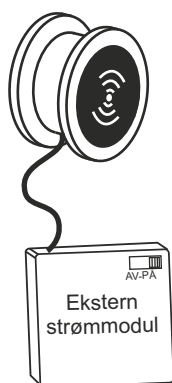

Fig.10
- a. Koble fra strømmen (ta ut ett batteri, eller bruk bryteren på den eksterne strømkilden, se Fig. 10);
- c. Koble til strømmen (sett inn batteriet, eller bruk bryteren på den eksterne strømkilden, se Fig. 10); fortsett å holde inne RESET-knappen i 6 sekunder til pipesignalet og det visuelle signalet bekrefter at alle Master-nøkler er slettet.
- c. Koble til strømmen (sett inn batteriet, eller bruk bryteren på den eksterne strømkilden, se Fig. 10); fortsett å holde inne RESET-knappen i 16 sekunder. Pipesignalet og det visuelle signalet vil vare i hhv. 6 og 16 sekunder fra det øyeblikket RESET-knappen trykkes inn. Pipesignalet og det visuelle signalet på 16 sekunder vil bekrefte at enheten nå er tilbakestilt til fabrikkinnstillingene.
Hvis LED-lampen ikke blinker når du holder inntil nøkkelen i Normal-modus, men låsen likevel virker, betyr det at batteriene er nesten utladet og må byttes. Hvis batteriene ikke kunne byttes ut i tide og låsen ikke har energi nok til å åpne skapet, kan du bruke den eksterne strømodulen (der du gir strøm til låsen via kontakten på leseren) og holde nøkkelen opp til låsen (se Fig. 10)